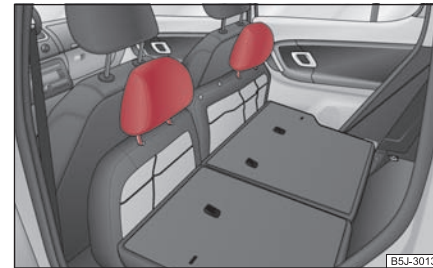

Abb. 69 Rücksitze: Kopfstützen in den Sitzflächen
- Die Kopfstützen können in die entsprechenden Öffnungen der vorgeklappten Sitzflächen eingesteckt werden ⇒ Seite 67, Abb. 69.